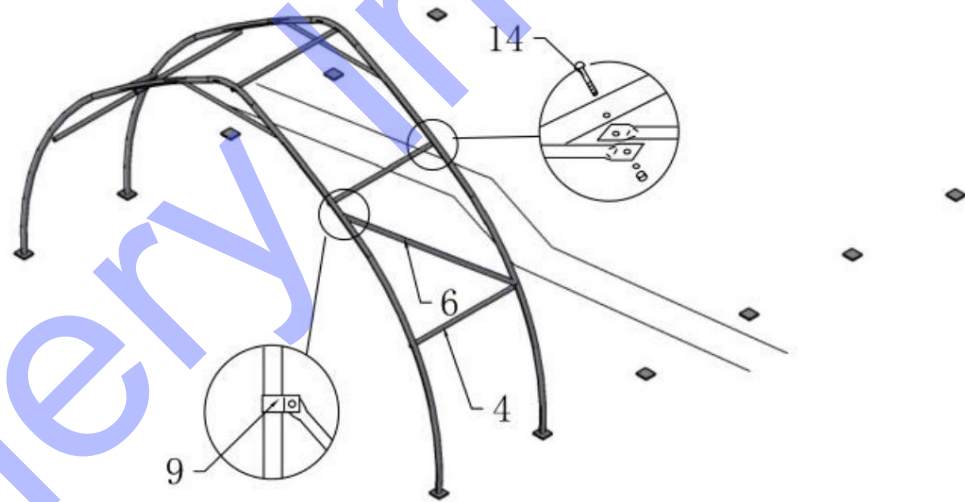

Figure 7
2. Connectez la traverse de support pour la couverture de toit et le tube de contreventement diagonal (n° 6) et clip (n° 9) pour le cadre comme illustré sur la figure 7.